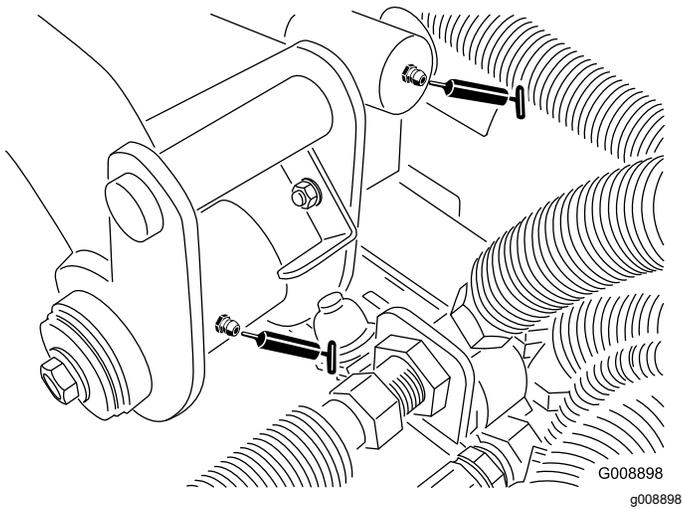

Figure 60
- Pivot de bras de levage arrière et vérin de levage (2 graisseurs) (Figure 60)